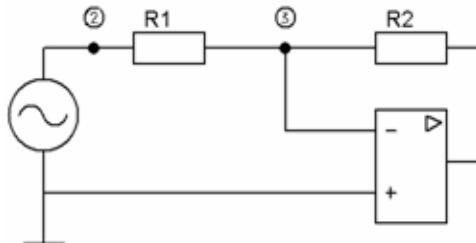

Рисунок 4.3 – Принципова схема включення операційного підсилювача, яке інвертується
4.1.2 Зібрати схему, рисунок 4.3.